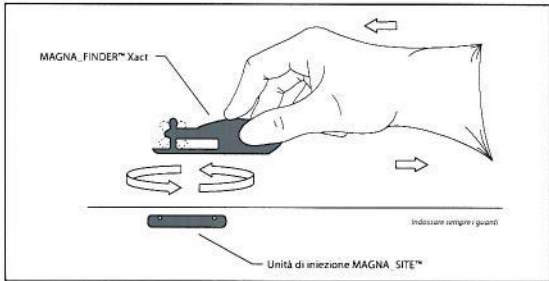

FIGURA 3
- c) Posizionare il Natrelle™ MAGNA-FINDER™ Xact sul tessuto al di sopra dell'espansore tissutale impiantato. Muovere lentamente la base del Natrelle™ MAGNA-FINDER™ Xact con un movimento circolare (come illustrato nella Figura 3) finché il magnete del dispositivo di localizzazione rileva (punta verso) la posizione dell'unità di iniezione su un piano.